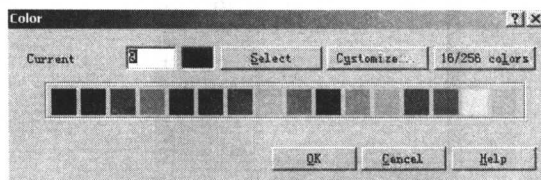

图 1.15
- ❑ Color: 设定绘制图形时所用的颜色。单击此命令将打开 Color (色彩) 对话框, 可以在其中直接选取或通过 Customize (定制) 功能自定义所需的图素创建颜色, 如图 1.15 所示。